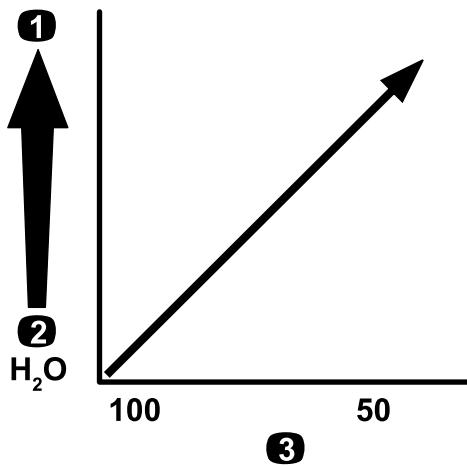

Bild 65
**Wichtig:** Wenn Sie Chemikalien mit höherer Viskosität (dicker) oder Lösungen mit benetzbarem Pulver versprühen, müssen Sie u. U. ein Sieb mit größeren Maschen für den optionalen Spitzensfilter verwenden; siehe Bild 65.